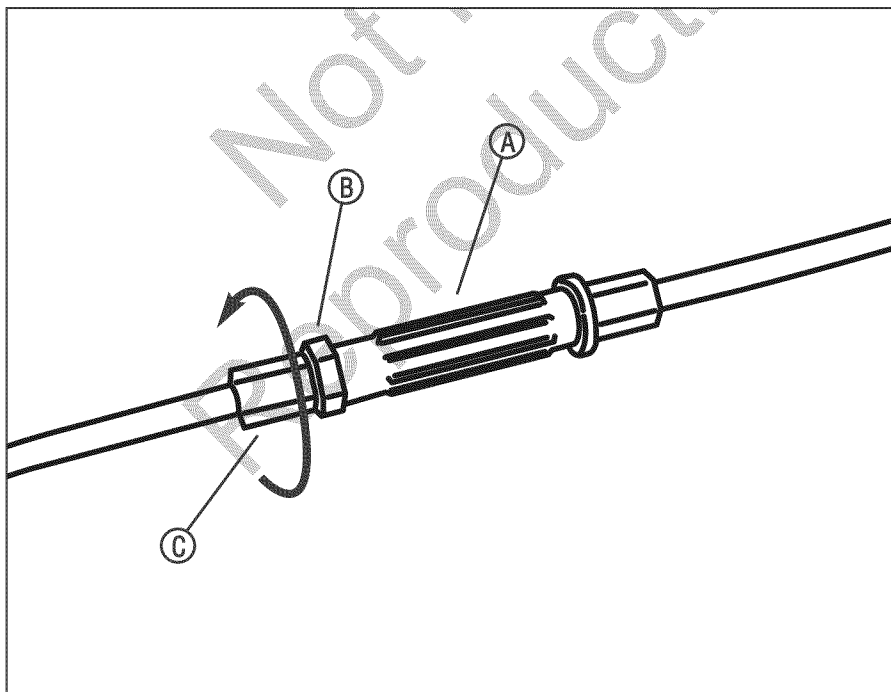

Figura 17: Ajuste del cable del sistema de tracción de las ruedas
1. Si el sistema de tracción se está deslizando, afloje la contratuerca (B, Figura 17) en la tensor de ajuste (A), y gire el casquillo (C) media (1/2) vuelta en la dirección mostrada. Pruebe el sistema de tracción y revise en cuanto al deslizamiento.